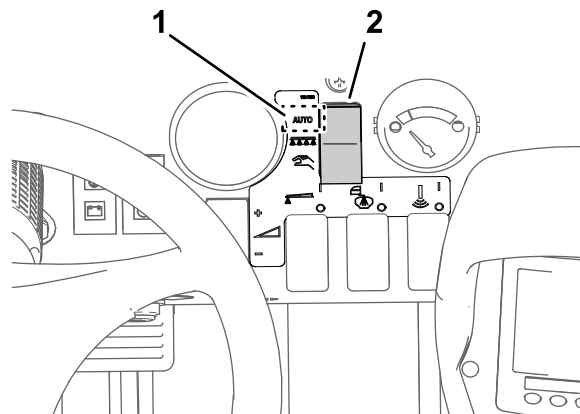

Рисунок 40
3. Установите кнопку режима опрыскивателя в режим заданной нормы внесения (Application Rate Mode) (Рисунок 40).